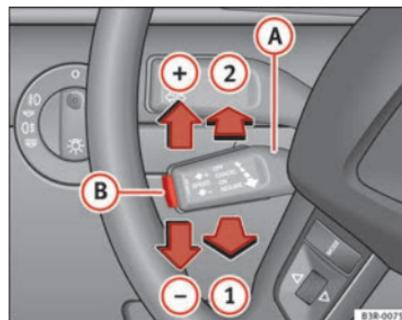

Fig. 140 Comandos do regulador de velocidade
- Puxe a alavanca **A** para a posição ⇒ Fig. 140 **1** para activar o sistema.
- Desloque a alavanca **(A)** para cima, em direcção ao ⇒ Fig. 140 **(+)**.
- Desloque a alavanca **(A)** para baixo, em direcção ao ⇒ Fig. 140 **(-)**.
- Empurrando brevemente a alavanca **(A)** para cima, em direcção ao ⇒ Fig. 140 **(+)** a velocidade programada aumenta aproximadamente 2 km/h.
- Empurrando brevemente a alavanca **(A)** para baixo, em direcção ao ⇒ Fig. 140 **(-)** a velocidade programada diminui aproximadamente 2 km/h.
Se, ao desligar provisoriamente o dispositivo, não estava nenhuma velocidade programada, pode programar-se uma nova velocidade, da seguinte forma: Circule à velocidade desejada e prima, então, brevemente o botão ⇒ Fig. 140 **(B)** (SET).
- Pressione a alavanca **A** ⇒ Fig. 140 até à posição **2** (engatada).